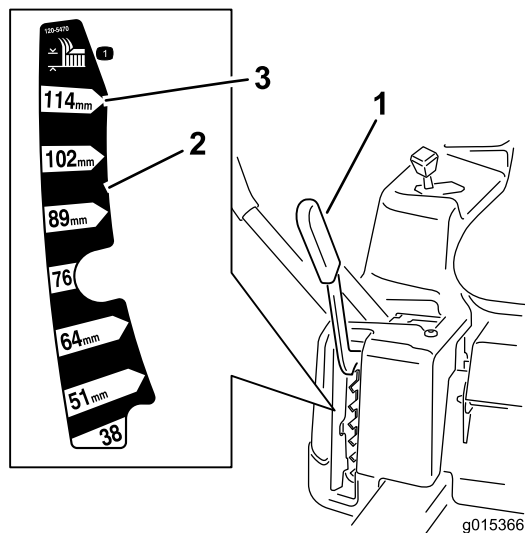

Figura 21
A altura de corte é controlada pela alavanca que se encontra no lado direito da posição de operação (Figura 21).
**Nota:** A posição de transporte é a posição da altura de corte ou a altura de corte mais elevada (115 mm), como se mostra em (Figura 21).